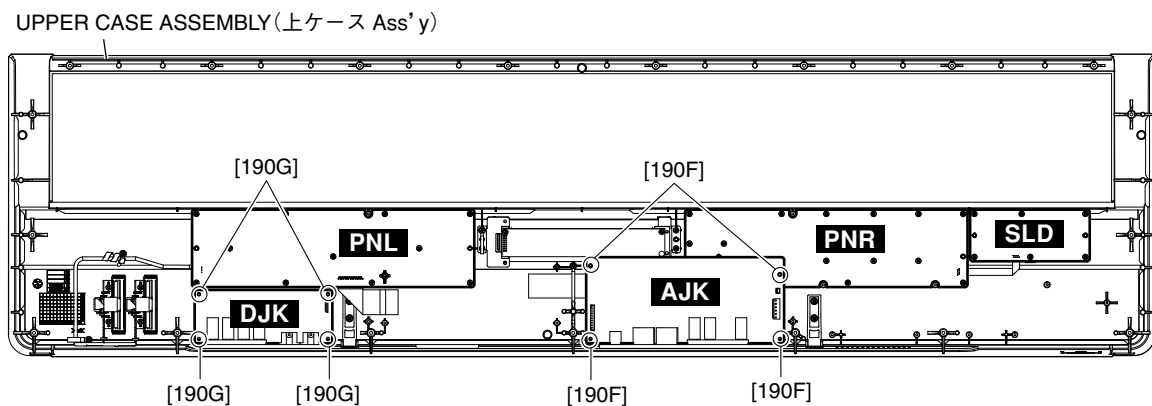

Fig. 8 (図 8)
- 8-3. Remove the four (4) screws marked [190F]. The AJK circuit board can then be removed. (Fig. 8)
- 8-3. [190F] のネジ 4 本を外して、AJK シートを外します。(図 8)
- 9-3. Remove the four (4) screws marked [190G]. The DJK circuit board can then be removed. (Fig. 8)
- 9-3. [190G] のネジ 4 本を外して、DJK シートを外します。(図 8)